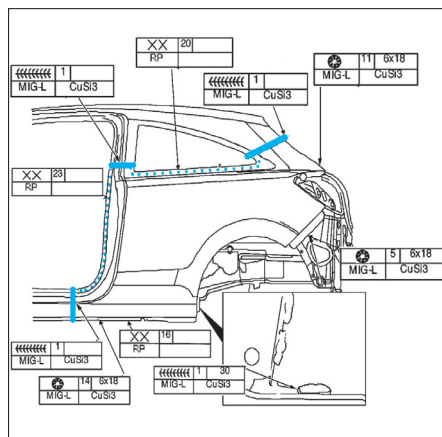

FIG. 90
- Souder le panneau latéral (fig. 90).